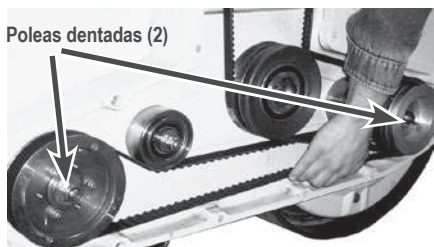

Fig. 4.11.1. Revisar correa.
- Retirar las poleas dentadas. (Fig. 4.11.1)
- Sacar el perno que tiene una marca de punto centro (1).
- Utilizar el dispositivo (2) para engrasar a través de la grasería dispuesta en el rodillo.
- Desmontar la tapa de protección y comprobar estado de la correa (Ver Fig. 4.11.1.).